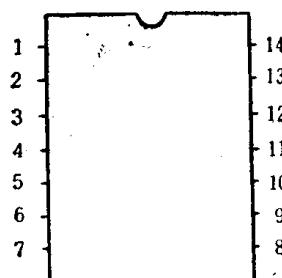

图1—5 双列直插型集成块管脚排列图
彩色电视机所用集成块，多属于双列直插型，如图1—5所示（把集成块脚朝下，片上有半圆形缺口为记号，在其左边是①号管脚，其它管脚沿逆时针方向按顺序排列。管脚数有14、18、24、40等，视电路功能不同而异）。